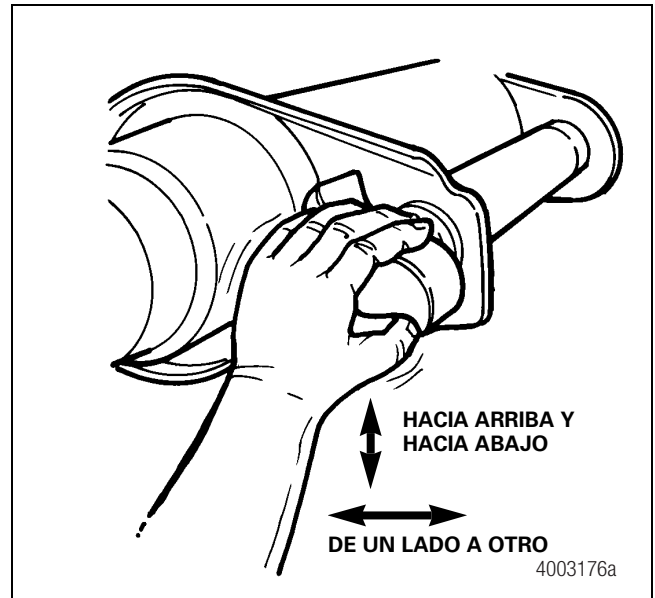

Figura 4.3
- Compruebe el juego axial del eje de levas, tanto vertical como horizontal. Si el movimiento total es superior a 0.030 pulgada (0.76 mm) en cualquiera de las direcciones, cambie los bujes o el eje de levas según se detalla en la Sección 12. Figura 4.3.